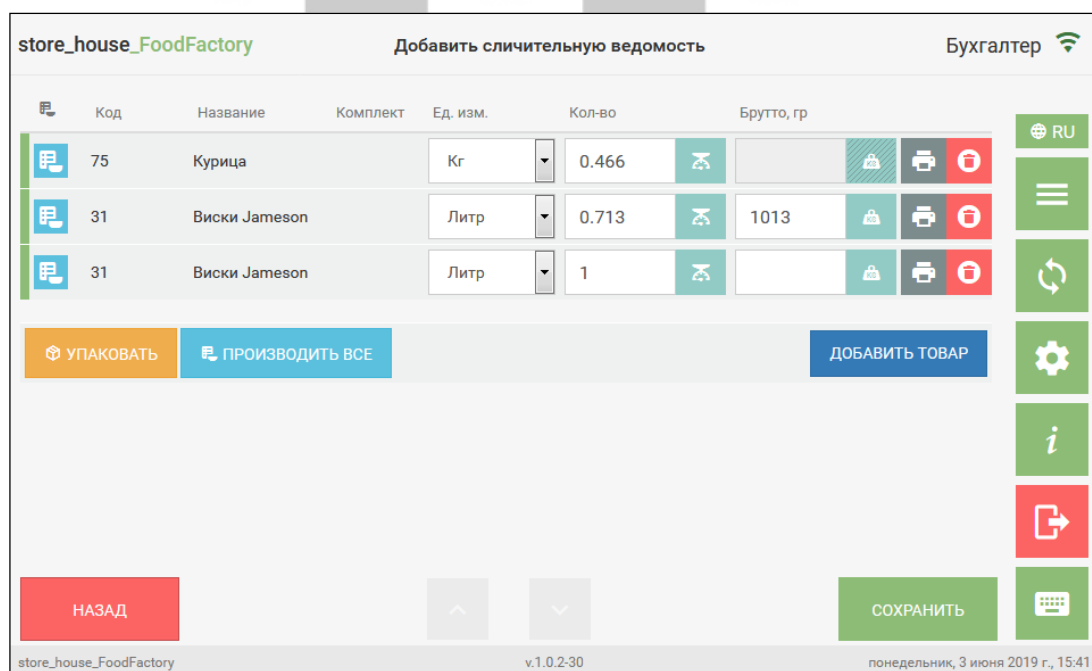

Рис. 158
**Внимание!** Если у товара заполнено поле *Брутто, гр*, то упаковать его с одинаковым товаром кнопкой  нельзя, он будет записан в накладной отдельной строкой (см. Рис. 158).